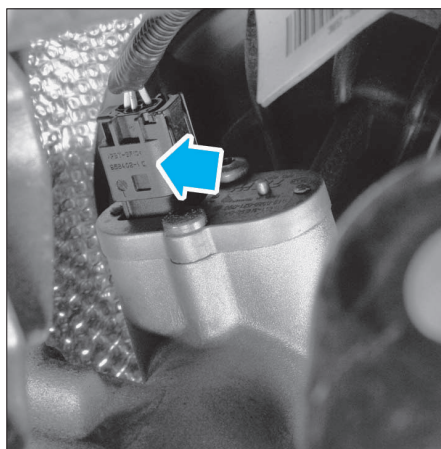

FIG. 9
- Débrancher le connecteur du capteur d'angle de braquage (Fig.9).